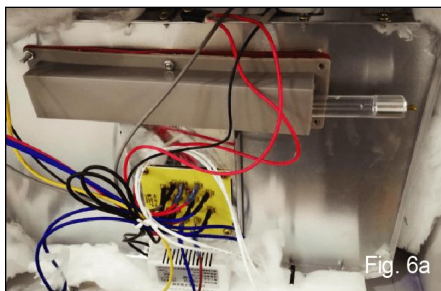

Fig. 6a
9. Verwijder de defecte lamp. Plaats een nieuwe lamp terug in het doosje, sluit het deksel en draai de twee schroeven op het deksel vast. Zie afbeelding 6a en 6b.